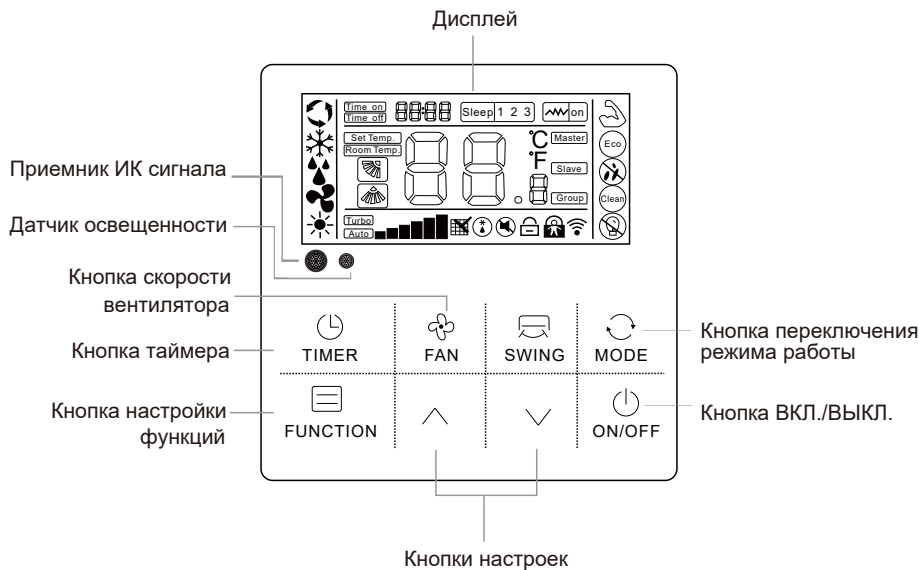

Рис.1.6
- Контроллер WR-05 (рис.1.6) является устройством сенсорного типа.